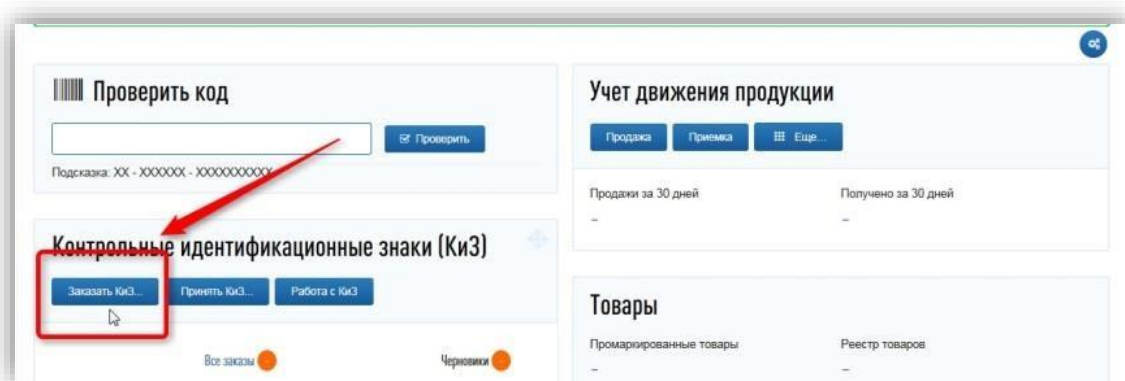

Рисунок 53 – Заказ КиЗ с главной страницы
- с помощью кнопки «Заказать КиЗ» на главной странице (рис. 53);